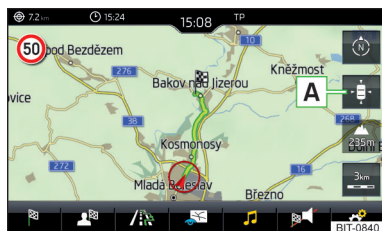

Fig. 198
► Pentru **centrarea hărții**, atingeți suprafața de comandă funcții  **A** » fig. 198.